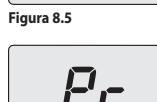

Figura 8.5
- Entrare in "modalità programmazione" premendo contemporaneamente per 10 secondi i tasti 3, 4 e 5 (Figura 3.1) fino a far apparire sul display LCD le lettere **Pr** che si alternano al numero del parametro **01**, indicanti l'entrata nel "parametro 01" (Figura 8.5).